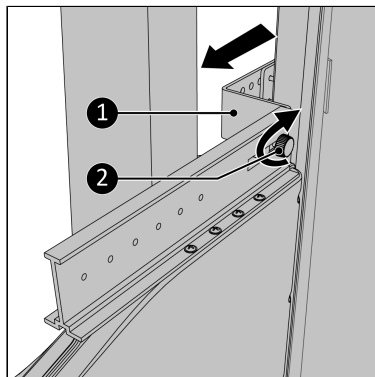

Figura 90.
9. Trageți suportul cât mai mult posibil spre dumneavoastră (Figura 90, nt. 1) astfel încât să se fixeze corect.
10. Strângeți capacul filetat (Figura 90, nt. 2).